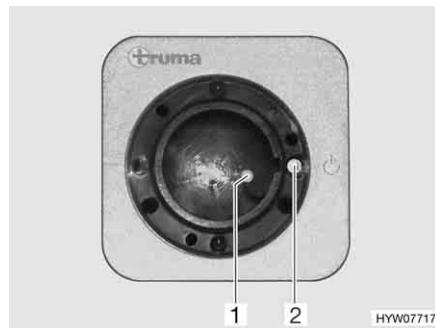
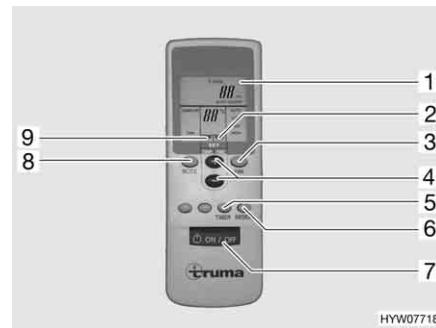

Fig. 173 Ricevitore
Fig. 174 Telecomando
- Accendere il telecomando con l'interruttore (Fig. 174,7). La spia verde di controllo (Fig. 173,1) indica la modalità di raffreddamento.
- Impostare la modalità di funzionamento desiderata con il tasto (Fig. 174,8).
- In caso di necessità, impostare con i tasti (Fig. 174,3 e 4) la potenza della ventola desiderata e la temperatura dell'ambiente. La freccia (Fig. 174,9) indica la modalità di regolazione selezionata.
- ▷ Sul ricevitore si trova un ulteriore interruttore a tasto (Fig. 173,2) con il quale è possibile spegnere e accendere l'impianto di climatizzazione anche senza il telecomando. Quando l'impianto di climatizzazione viene acceso mediante questo interruttore a tasto, viene selezionata automaticamente l'ultima modalità di funzionamento impostata con il telecomando.
- Per spegnere, premere nuovamente il tasto (Fig. 174,7) al telecomando.
- Per programmare l'impianto di climatizzazione, accendere con il tasto (Fig. 174,7) sul telecomando.
- Con i tasti (Fig. 174,8, 3 e 4), impostare la modalità di funzionamento e la temperatura dell'ambiente desiderate.
- Selezionare la funzione desiderata (Fig. 174,1) con il tasto (Fig. 174,5):
- Selezionare il tempo di commutazione desiderato (da 1 a 15 ore) con il tasto (Fig. 174,4). La freccia (Fig. 174,2) lampeggi e indica la modalità di regolazione.
- ▷ Con il tasto (Fig. 174,6) le impostazioni del telecomando vengono ripetutamente inviate al ricevitore.